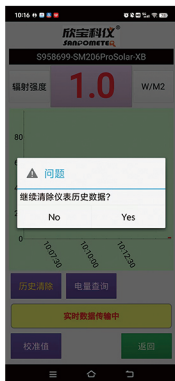

图5
①历史清除
a.历史清除功能主要用于清除仪表中存储的历史数据，点击“历史清除”后，会跳出是否清除历史数据对话框，如图5所示，点击Yes，即可清除仪表内所有存储的数据。
②仪表电量查询